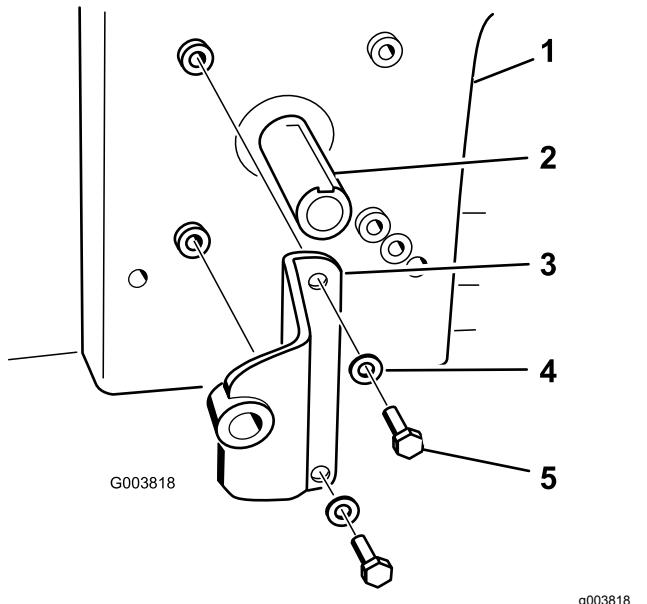

Bild 19
- Befestigen Sie die Pumpenhalterung mit zwei Schrauben (5/16" x $\frac{3}{4}$ ") und zwei Scheiben ($\frac{3}{8}$ ") an der Pumpenhalterung. Siehe Bild 19